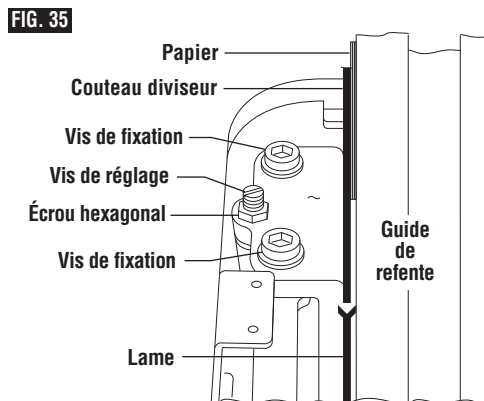

FIG. 35
- Desserrez l'écrou hexagonal avec une clé à fourche de 10 mm. Desserrez légèrement les vis de fixation (1/4-1/2 tour) à l'aide de la clé Allen de 5 mm fournie. Desserrez la vis de réglage à l'aide d'un tournevis à tête plate (Fig. 35).